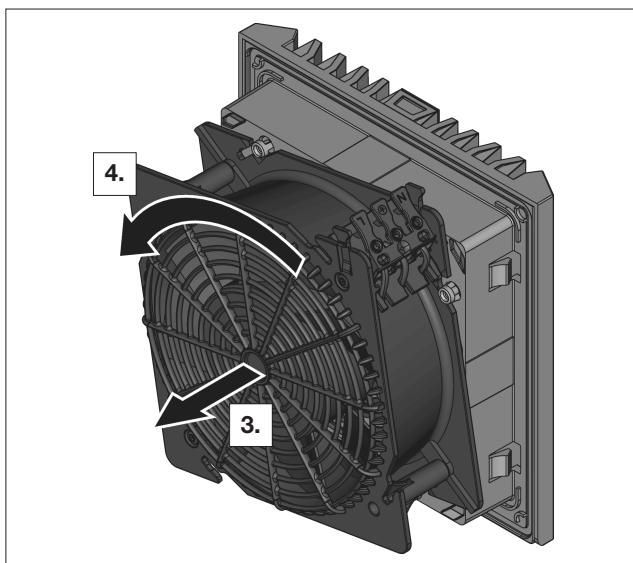

図8: ファンハウジングを回転
- 次に、電気配線の接続箇所が希望する位置になるように、ファンハウジングを90°、180°または270°回転させます (図8を参照)。